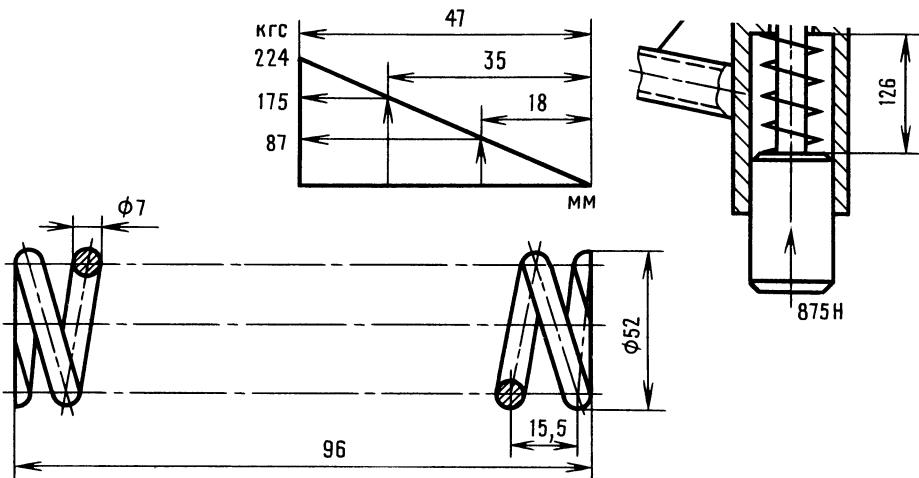

Рис. 79. К расчету упора-амортизатора. Подбор пружины сжатия
**Расчет упора-амортизатора.** На рис. 79 показаны: упор, выполняющий роль амортизатора, в разрезе, пружина амортизатора, силовая диаграмма пружины. Дело в том, что упор предназначен не только для ограничения угла наклона стойки, но и для смягчения удара конструкции при резком наклоне стойки.
Диаграмму строим так. По горизонтали откладываем значение предельного сжатия пружины, а по вертикали — величину силы полного сжатия пружины. Полученные точки соединяем, и диаграмма готова (см. рис. 79). Начальная точка диаграммы совпадает с концом свободно лежащей пружины. Откладывать величины можно в разных масштабах: силу — в масштабе 1:10, деформацию — в масштабе 1:1. Если мы захотим узнать, какова сила сопротивления пружины при той или иной деформации, достаточно отложить от нулевой отметки значение деформации, из точки восстановить перпендикуляр до пересечения с наклонной прямой. Замерив полученную ординату и умножив ее значение на масштаб сил, получим силу сопротивления пружины, соответствующую данной деформации. При необходимости можно решить обратную задачу и определить, какой деформации соответствует данная сила.
Итак, нагрузка 1750 Н. Определим запас хода, который пружина будет иметь при этой силе (см. диаграмму на рис. 79). Деформация 35 мм. Запас составит  $47 - 35 = 12$  мм.